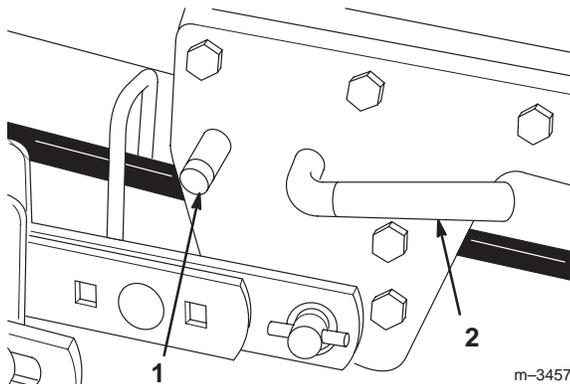

Bild 22
9. Drücken Sie die Taste am mittleren Attach-A-Matic™ - Anbaugeräte-Schnellwechselsystem und drehen Sie den Hebel im Uhrzeigersinn, um das Mähwerk zu lösen (Bild 22).